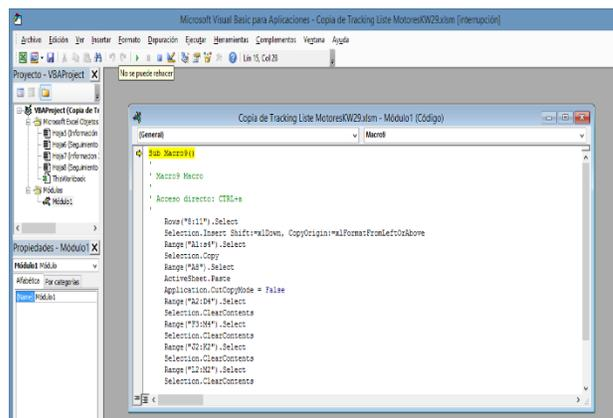

Figura 8 Macro en Excel
1.- Para la elaboración de este formato/herramienta se utilizó el programa Excel, primero hicimos una macro (Ortíz, 2016) para anexar el formato (ver figura 8):